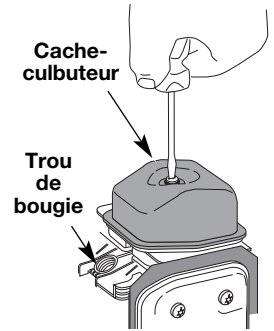

Fig. 39
5. Nettoyez toute saleté autour du cache-culbuteur. Retirez la vis retenant le cache-culbuteur à l'aide d'un tournevis à lame plate large ou à mèche no. T-25 Torx (Fig. 39). Enlevez le cache-culbuteur et le joint.